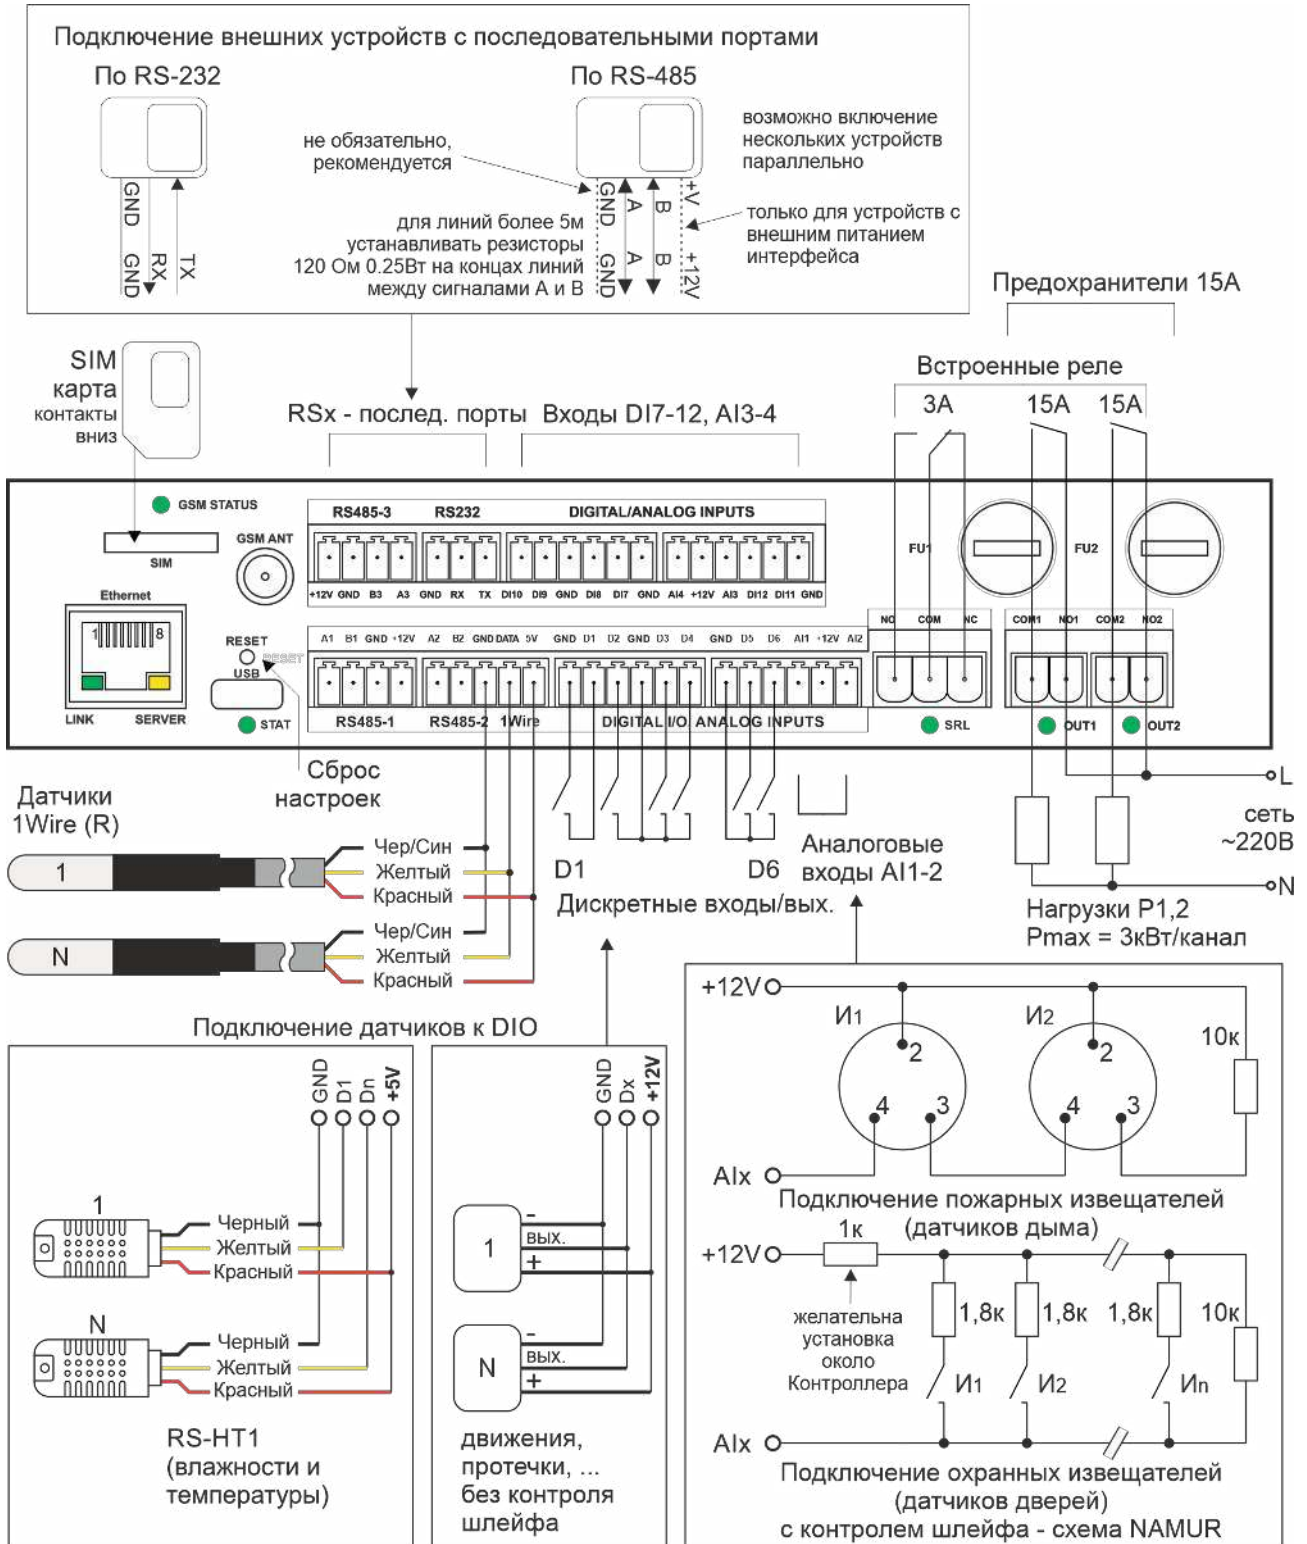

Рис. 1. Схема подключения Контроллера
Схема подключения Контроллера приведена на рис. 1.
Согласно рис. 1 к аналоговым входам контроллера могут быть подключены:
Согласно рис. 1 к дискретным входам контроллера могут быть подключены:
**5.6.2.** Подключить датчик к Контроллеру согласно Рис. 1.